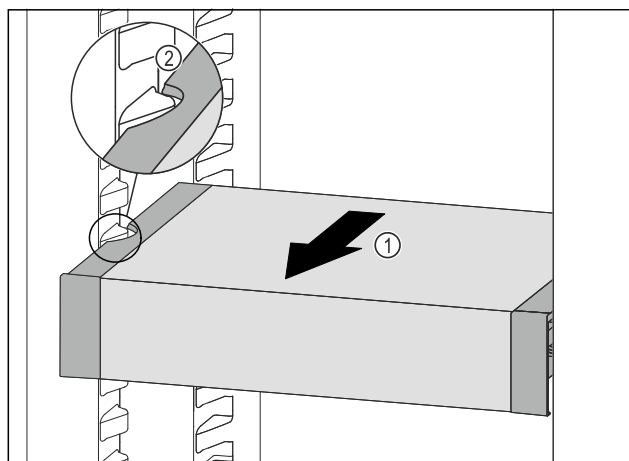

Fig. 97
- ▶ Húzza előre felé a VarioSafe fiókot annyira Fig. 97 (1), hogy a VarioSafe oldalsó kivágásai a hűtőrészben a tartóborda magasságában legyenek. Fig. 97 (2)